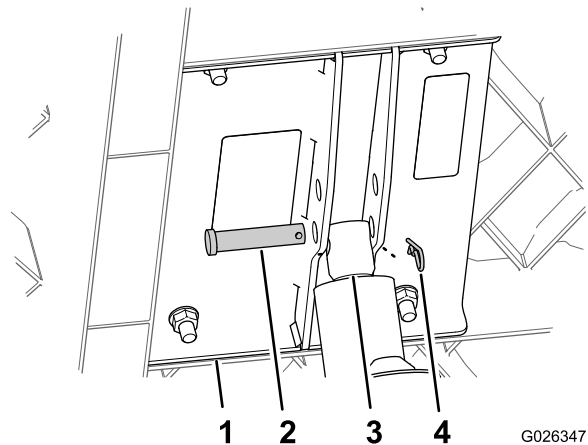

Figura 7
- 5. Remova o gancho e o passador de forquilha do suporte de elevação (Figura 7).
- 6. Separe a barra do accionador da caixa de carga do suporte de elevação (Figura 7).